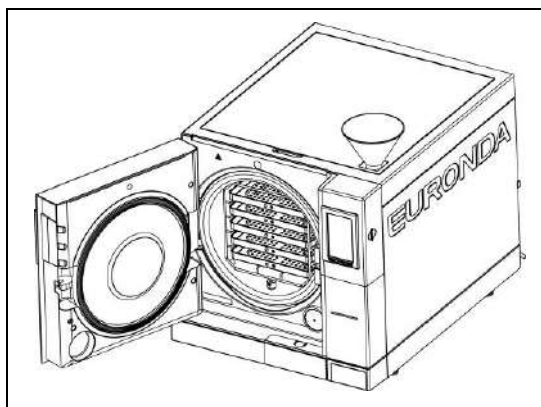

Fig. 6.8-1
2. Aprire il tappo del coperchio superiore, infilare l'imbuto in dotazione nel foro (1 di Fig. 6.8-1) e inserire manualmente l'acqua distillata, nelle quantità indicate nel cap. 5.3 "Dati tecnici"; in ogni caso non superare il livello indicato con la scritta MAX nel foro di carico dell'acqua. Esiste anche la possibilità di inserire acqua attraverso il deionizzatore (optional, Appendice 10). Per l'installazione di questo optional, consultare il relativo manuale istruzioni "Aquafilter" fornito con il deionizzatore.
2. Riempire il serbatoio dell'acqua pulita con nuova acqua pulita (1 di Fig. 6.8-1).